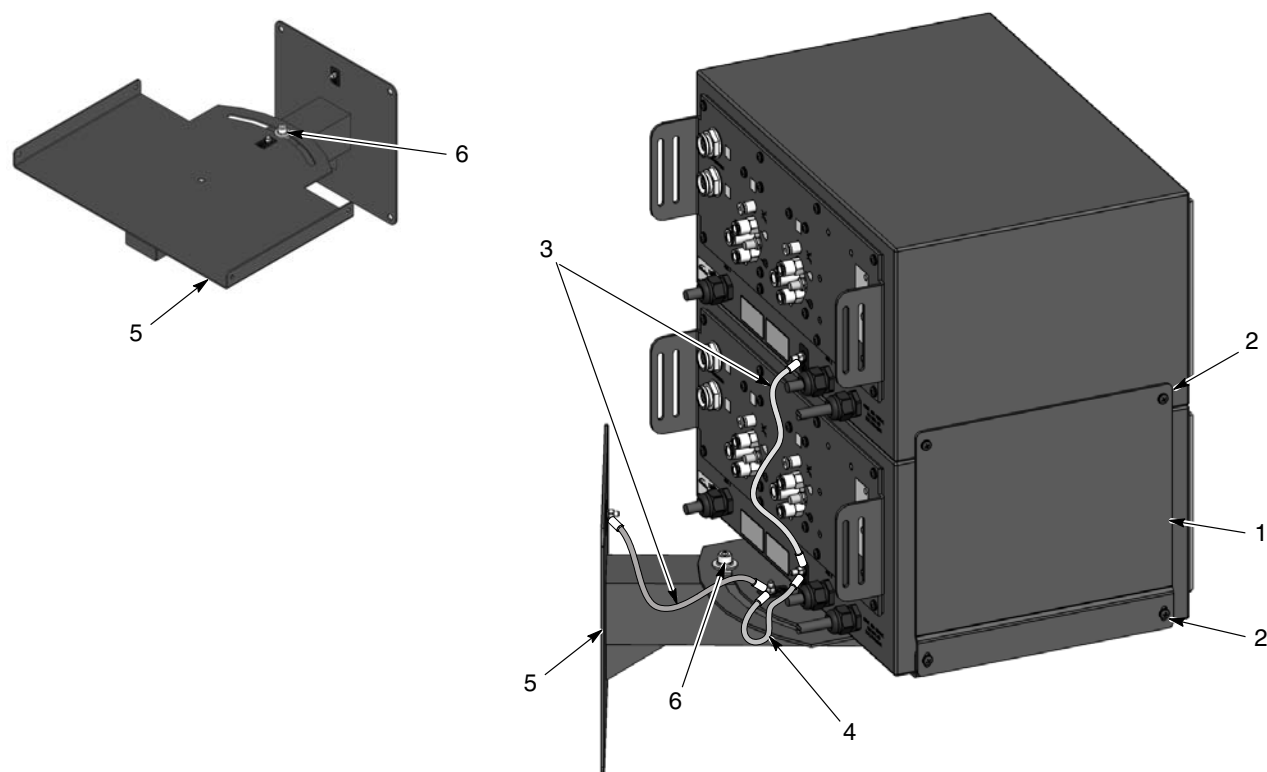

Figura 3-3 Montaggio del controller per due pistole con staffa di montaggio a parete opzionale
1. Vedi figura 3-3. Installare la staffa di montaggio a parete (5) su una superficie verticale abbastanza forte da sopportare il peso del/dei controller e della staffa di montaggio. Usare i dispositivi di fissaggio adatti.
3. Se si installa un solo controller, fissarlo alle flange della staffa con quattro viti a testa cilindrica M5 x 12 (2).
4. Se si installano due controller, usare quattro viti a testa cilindrica M5 x 12 (2) per installare le estremità scanalate delle staffe di aggiunta (1) e i controller sul vassoio. Non stringere le viti.
6. Mettere a terra il controller superiore con il controller inferiore usando un cavo di messa a terra da 12-in. (3). Mettere a terra il controller inferiore con il vassoio di montaggio a parete usando un cavo di messa a terra da 4-in. (4). Collegare il vassoio alla piastra di montaggio usando un cavo di messa a terra da 12-in.
7. Allentare il bullone di orientamento del vassoio (6) per girare il vassoio nella posizione desiderata, poi stringere il bullone.